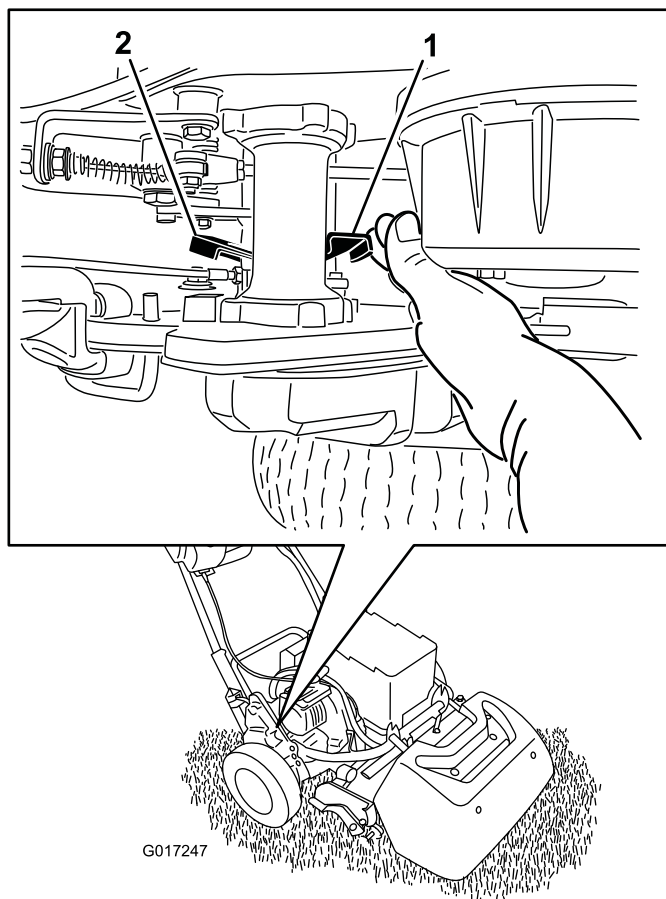

Figure 35
1. Dans l'angle arrière droit de la machine, localisez le levier d'engagement/désengagement de la transmission aux roues, près du tambour d'entraînement (Figure 35).